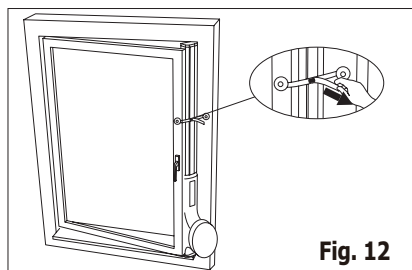

Fig. 12
3. Tryk låsehåndtaget tilbage for at bestemme længden på vinduets skydesæt, luk derefter vinduet og klem vinduessættet mellem vinduet og vinduesrammen for at fastgøre vinduessættet, trække beskyttelsesfilmen af bagerst på forankringsfanerne og fastgør dem til vinduesrammen, fastgør derefter stroppen (Fig. 12).